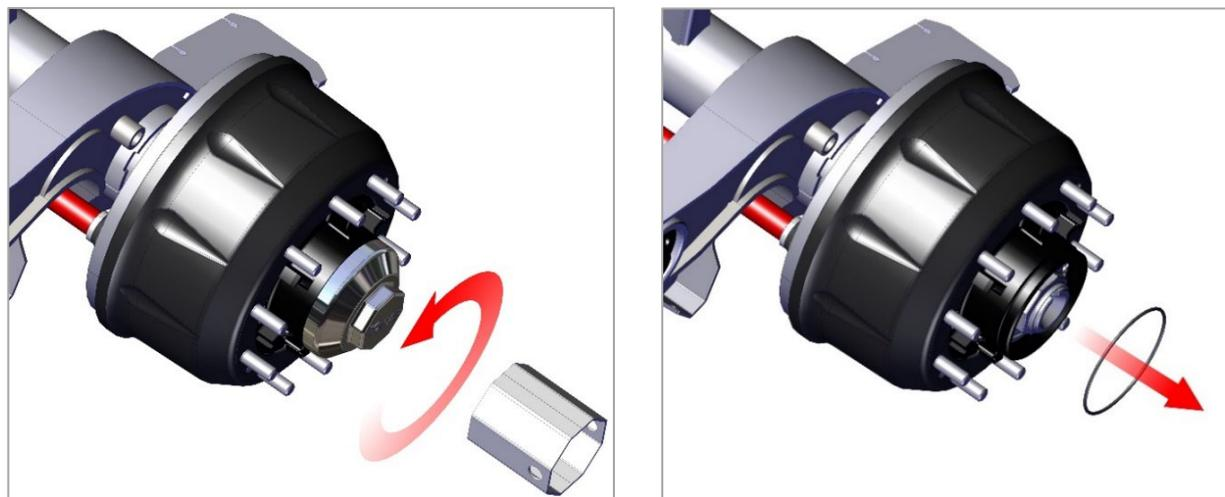

Рис. 10. Снятие крышки ступицы
1) отверните специальным ключом крышку ступицы, убедитесь, что резиновое уплотнительное кольцо не повреждено (рис. 10).